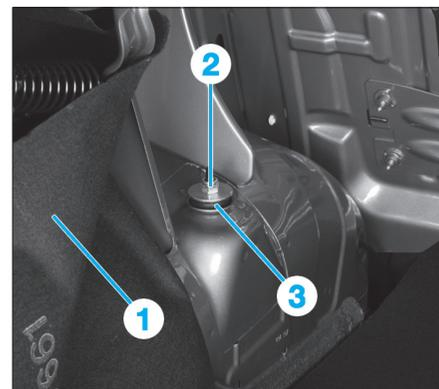

Fig. 24
- Déposer partiellement la garniture (1) de passage de roue arrière (Fig.24).
- l'écrou (2),
- le coussinet élastique (3).